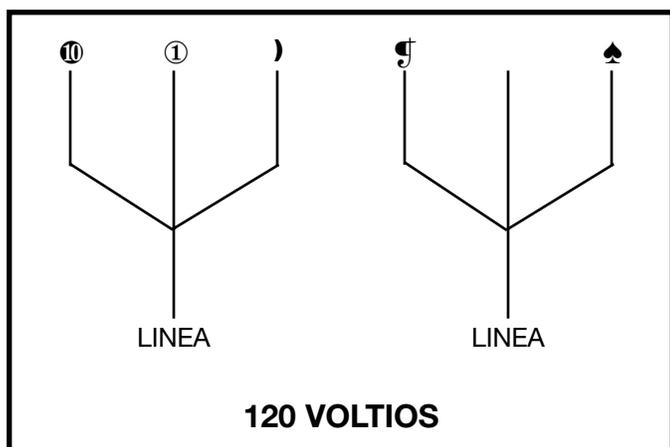
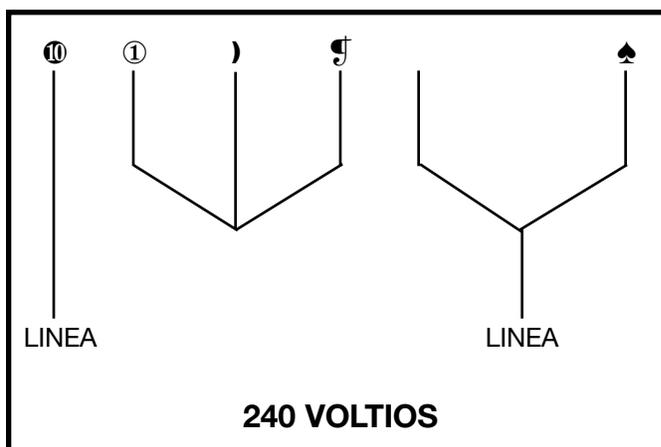

Fig. 28
Fig. 29
2. El motor suministrado con esta machimbradora está equipado con seis alambres del motor que están conectados para el funcionamiento a 120 voltios, como puede verse en la Fig. 28. Vuelva a conectar estos seis alambres del motor para el funcionamiento a 240 voltios, como lo ilustra la Fig. 29.